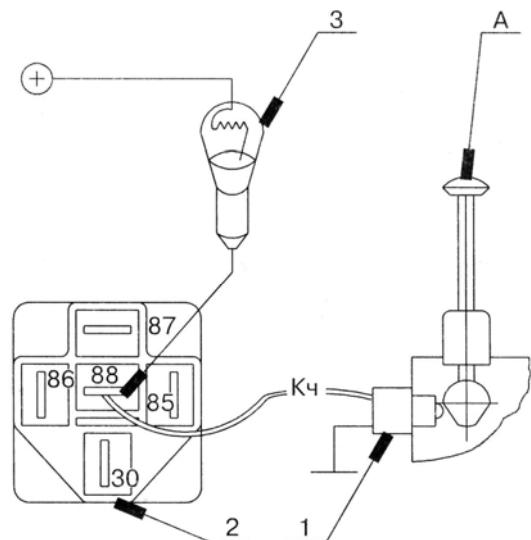

Рис. 11. Проверка исправности цепей блокировки до выключателя на корпусе КП:
- а) проверьте исправность цепи от реле блокировки (К6) до выключателя SA11 на корпусе КП, для чего подключите контрольную лампу между клеммой «+» аккумуляторной батареи и клеммой «88» реле (провод Кч), (рис. 11), при этом: